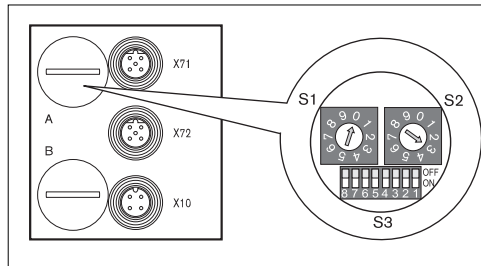

Fig. 8: Conmutador de dirección S1 y S2, y conmutador de modo S3 en el módulo de bus
- ▶ Con S1 y S2 (véase Fig. 8 en la página 310) asigne libremente la dirección de estación de 2 a 99:
El conmutador de modo S3 para la configuración de los mensajes de diagnóstico se encuentra bajo el racor PG **A** (véase Fig. 8 en la página 310).